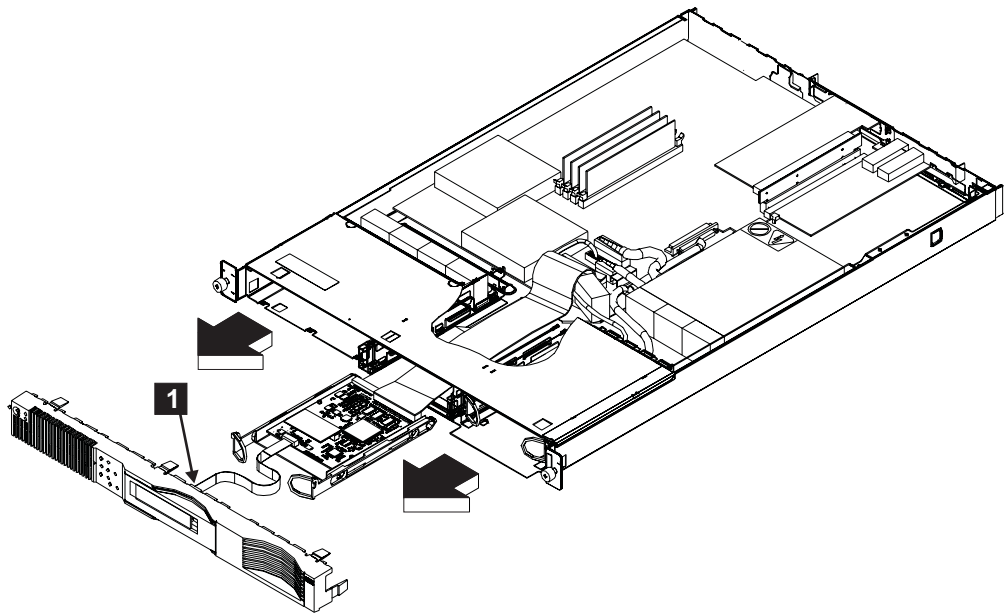

図 232. SAN ボリューム・コントローラー 2145-4F2 のフロント・パネルの取り外し
6. コネクター (図 232 の **1**) を取り外します。